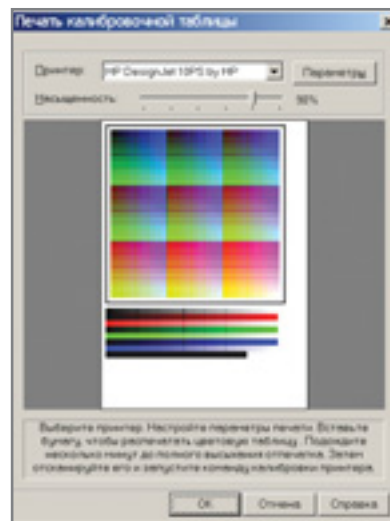

Рис. 2. Печать тестовой мишени
- печать тестовой мишени (рис. 2);